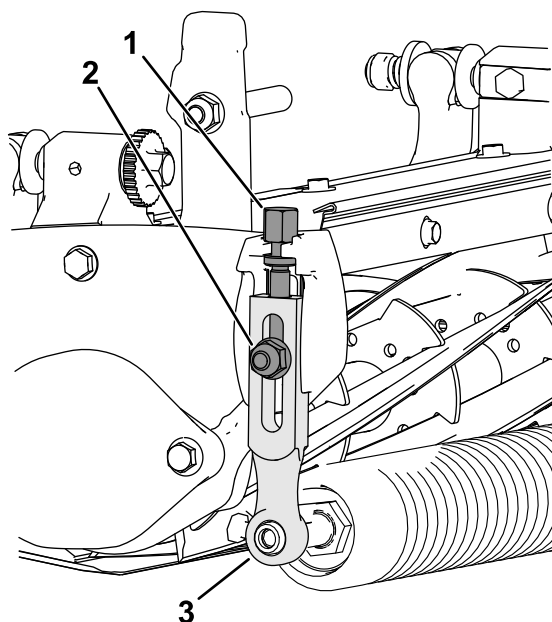

Figura 9
1. Slăbiți contrapiulițele care fixează brațele pentru înălțimea de tăiere de plăcile laterale ale unității de tăiere (Figura 9).